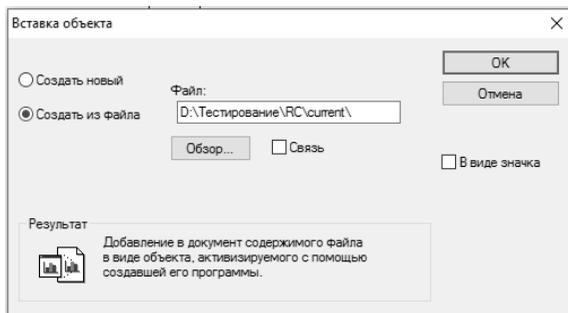

Рис. 14.4. Вставка OLE-объекта из файла
- **Создать из файла** – позволяет загрузить OLE-объект из созданного ранее файла. При этом необходимо указать путь к нужному файлу по кнопке **Обзор** (рис. 14.4).